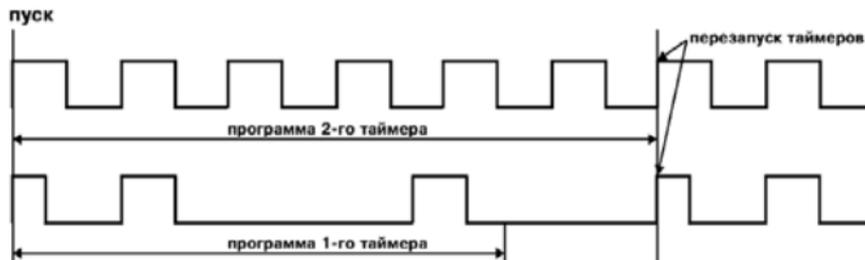

Рисунок 3.17
3.1.7.4 При «rEst» = 3 оба таймера перезапускаются после окончания выполнения программы таймера 2 (рисунок 3.17).